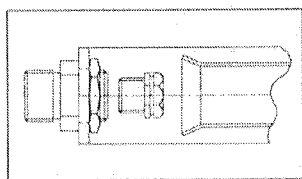

Fig. 6
- 5-sostituire l'iniettore principale usando una chiave fissa Ch 13 (vedi fig. 6)
4. sostituire l'iniettore principale usando una chiave fissa Ch 13 (vedi fig. 6).